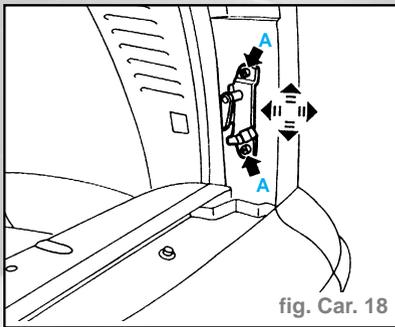

fig. Car. 18
- Desserrer les vis de fixation (A) des gâches et régler leur position (fig. Car. 18).